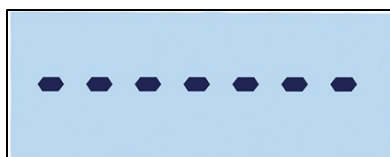

Abbildung 2-18: Warten auf stabilen Gewichtswert
3. Bestätigen Sie die Referenznummer durch Drücken der Taste . Es erscheint „-----“ auf der Anzeige (Abbildung 2-18), während die Waage auf ein stabiles Gewicht wartet. Die Anzahl der Proben auf der Waage muss mit der ausgewählten Referenzgröße übereinstimmen. Wenn ein stabiles Gewicht erkannt wird, bevor der Vorgang abgelaufen ist, beginnt die Zähl Anwendung; andernfalls bleibt der Bildschirm im bisherigen Wägestatus.